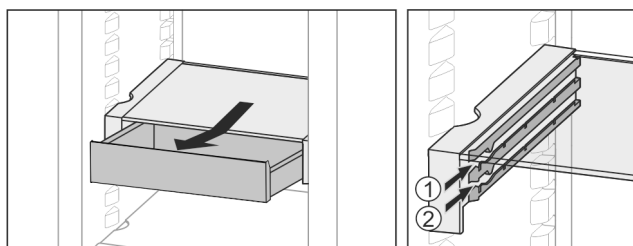

Fig. 20
- Zasuňte v libovolné výšce Fig. 20 (1) nebo Fig. 20 (2).